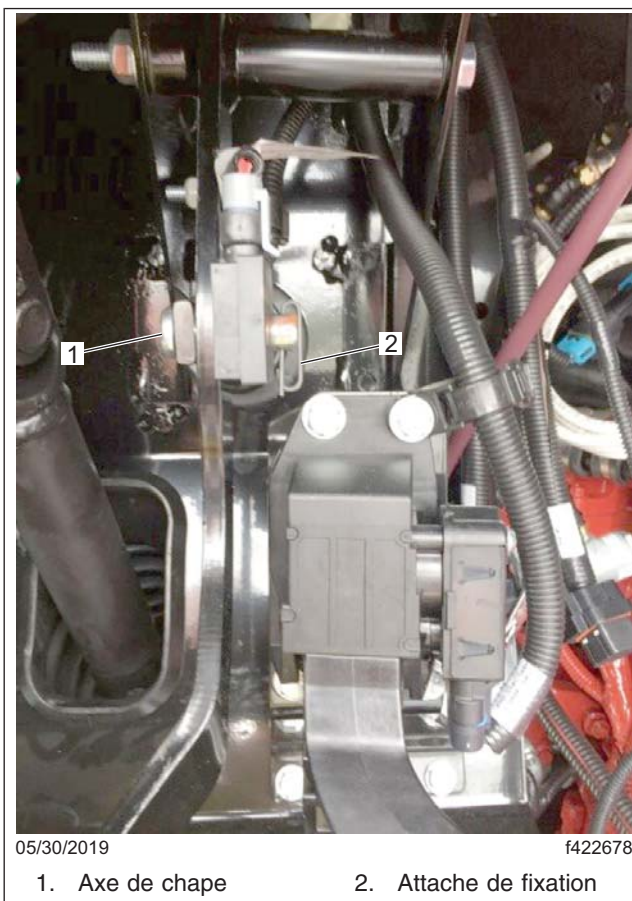

Fig. 2, Réorientation de l'axe de chape et de l'attache de fixation
3. Installez l'axe de chape du côté gauche de la pédale de frein. Reportez-vous à la figure 2.
4. Installez l'attache de fixation de l'axe de chape. Reportez-vous à la figure 2.